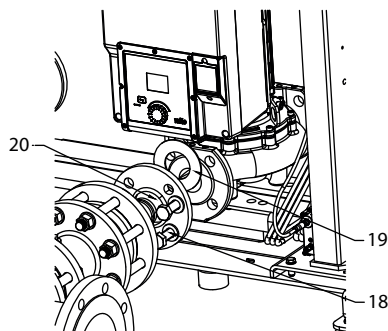

Fig. 6: Montage
2. Insérer toutes les vis en position basse (Fig. 6, pos. 18), mais ne pas serrer complètement les écrous.
3. Pousser le joint d'étanchéité (Fig. 6, pos. 19) à la bonne position pour chacun des raccords de pompe/de distributeur.
4. Insérer toutes les vis en position haute (Fig. 6, pos. 20).